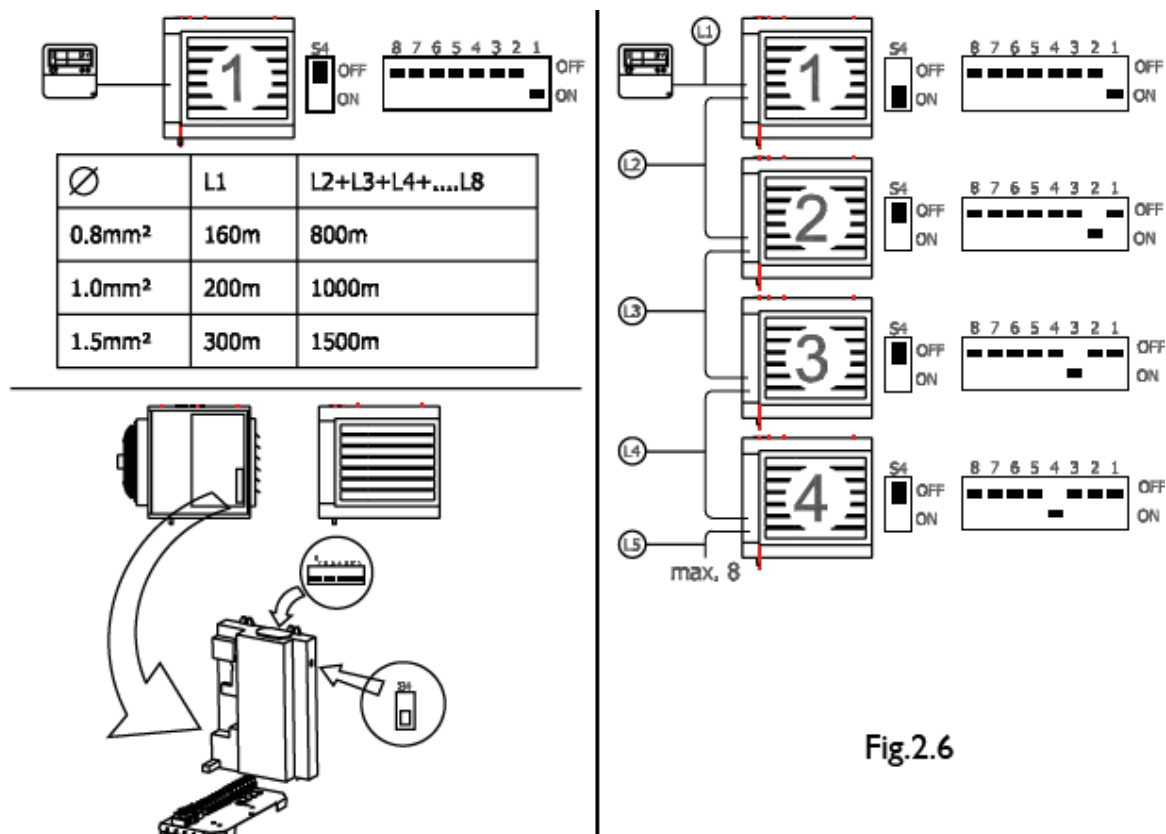

Fig.2.6
- Les valeurs maximales des longueurs et diamètres sont indiquées dans le tableau (fig.2.6).